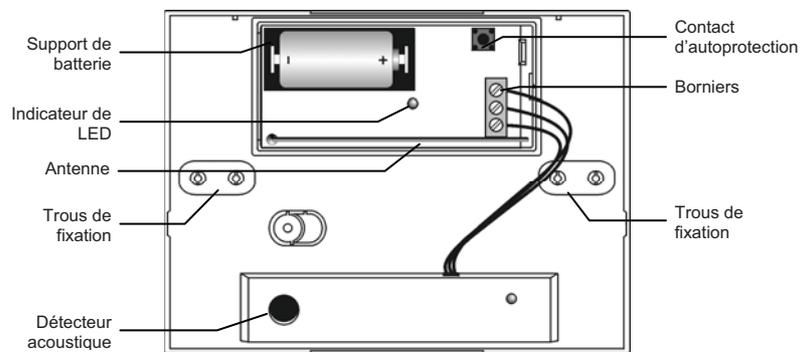

Figure B.7: EL-2606 (sans couvercle)
1. Insérez un petit tournevis dans la fente – voir Figure B.7. Tournez doucement le tournevis pour séparer l'avant et l'arrière du boîtier.